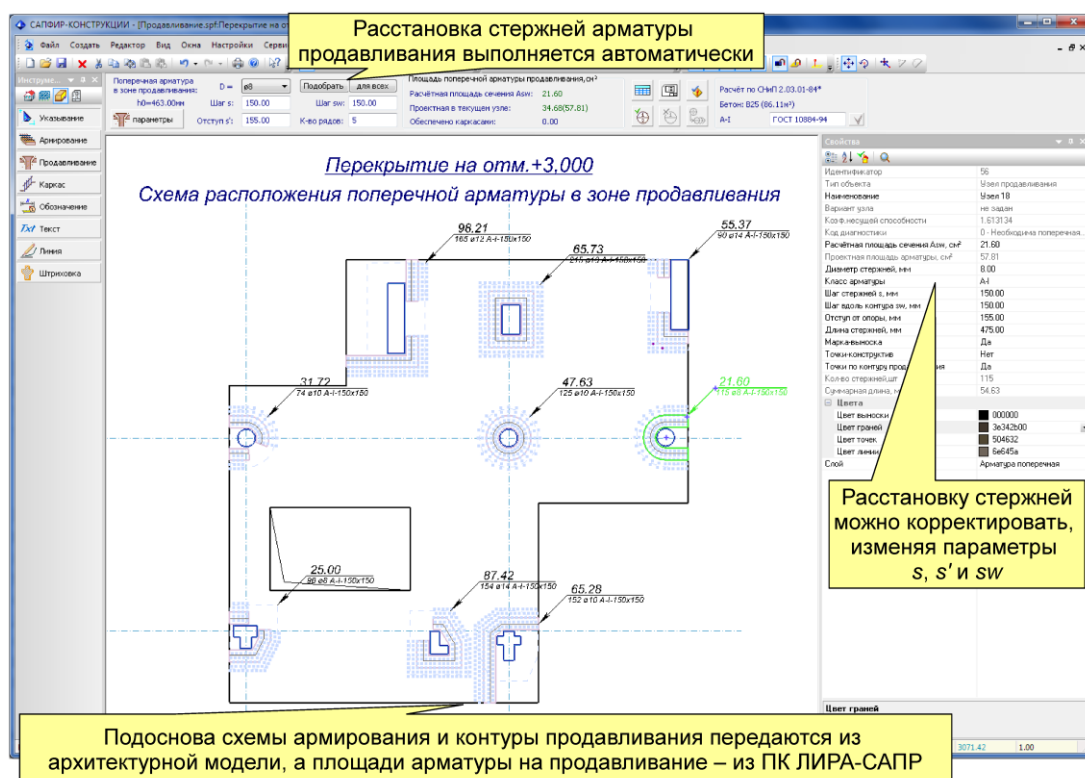

Рис. 22. Теоретическая расстановка стержней арматуры продавливания в плите
- В САПФИР-ЖБК арматура продавливания представляется в виде стержней поперечной арматуры заданного пользователем диаметра. Стержни поперечного армирования расставляются в зонах, форма которых определяется контурами продавливания, рис. 22.
Как и при создании схемы продольного армирования, создание схем поперечного армирования начинается с того, что выбирается архитектурный элемент для армирования который передается в режим «Армирование», а из ПК ЛИРА-САПР вычитываются результаты армирования. Если плита уже была передана в режим армирования, то необходимо просто перейти в подрежим «Продавливание» режима «Армирование» (см. рис. 22). Аналогично, если результаты армирования в ПК ЛИРА-САПР уже были импортированы в режиме продольного армирования, нет нужды заново импортировать файл *.asp, так как он содержит и результаты подбора арматуры продавливания. Следующий шаг – выполнение автоматической расстановки стержней поперечной арматуры в приопорных зонах плиты. После этого наша плита будет иметь вид, как на рис. 22.